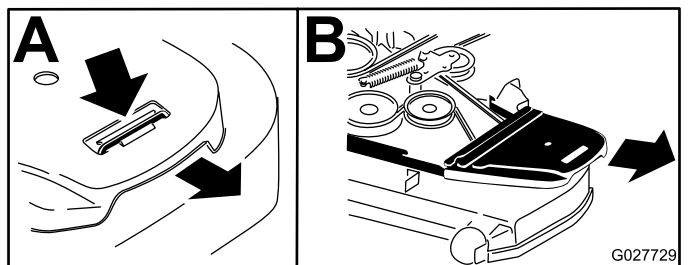

Figura 88
4. Retire las cubiertas de la correa (**Figura 88**).